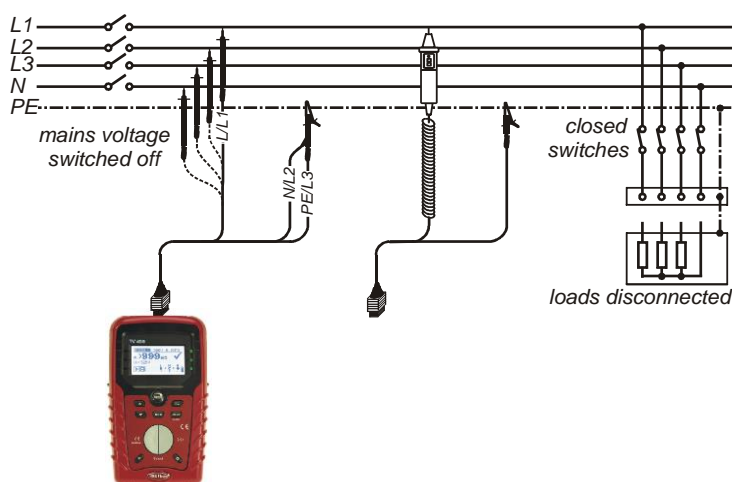

Figure 5.6: Connexions pour la mesure de l'isolation
- ❑ **Connectez** le câble de test à l'instrument et à l'élément à tester (voir figure 5.6).